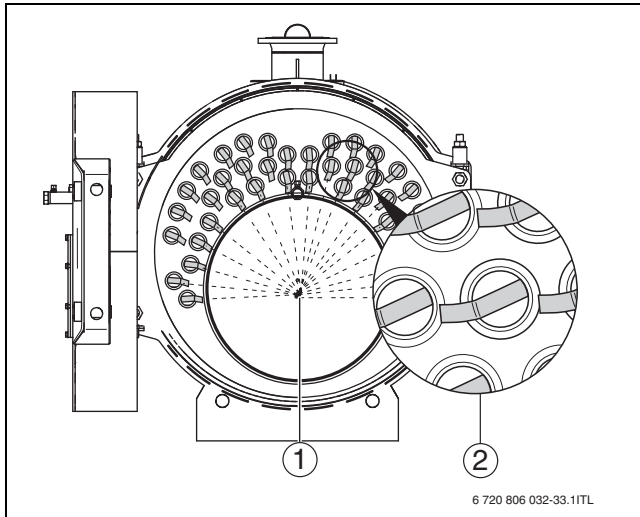

Fig. 33 Poziționarea turbulatoarelor
- ▶ Poziționați turbulatoarele în așa fel încât toate capetele (→ fig. 33, [2]) să fie orientate spre mijlocul camerei de ardere.